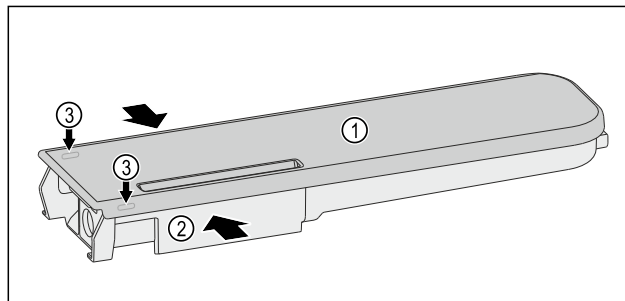

Fig. 233
- Comprimer il serbatoio dell'acqua Fig. 233 (2) e fare leva con attenzione sul coperchio Fig. 233 (1) sollevandolo dai naselli di arresto Fig. 233 (3).
- Spostare leggermente avanti e indietro il coperchio Fig. 233 (1) e rimuoverlo verso l'alto.